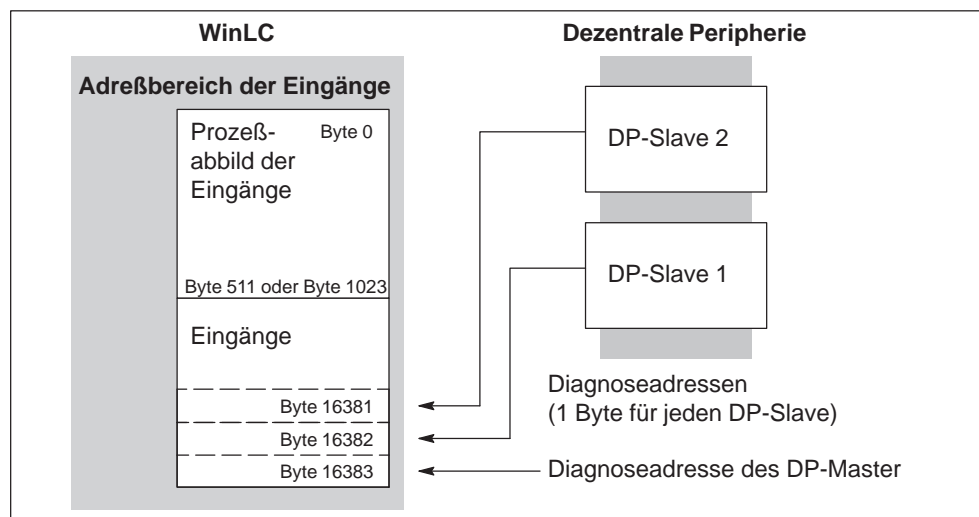

Bild 6-6 Diagnoseadressen für die dezentrale Peripherie
Beim Konfigurieren von WinLC und dem PROFIBUS-DP-Netz in der Hardware-Konfiguration von STEP 7 werden die Diagnoseadressen über dem Prozeßabbild der Eingänge (E) zugeordnet (siehe Bild 6-6). Geben Sie keine bestimmte Adresse an, ordnet STEP 7 dem ersten DP-Slave die Adresse EB16383 zu, dem zweiten DP-Slave wird die Adresse PEB16382 zugeordnet, usw.